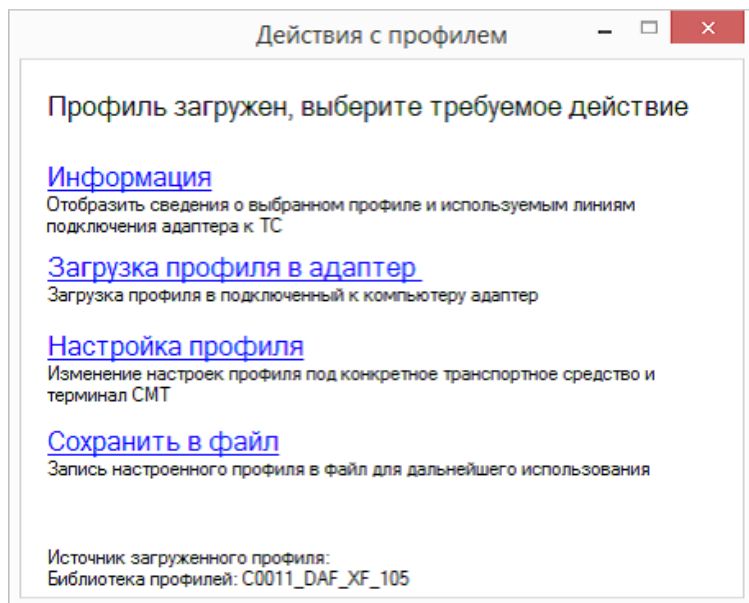
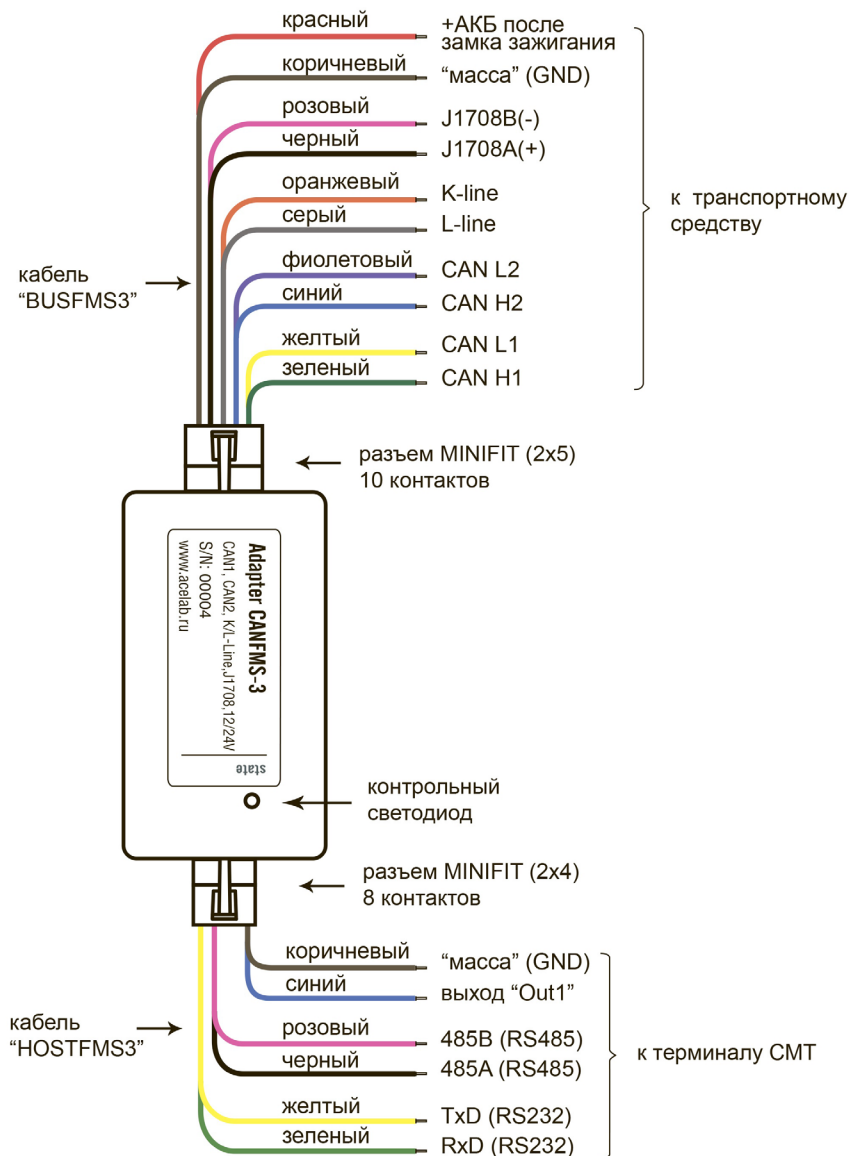
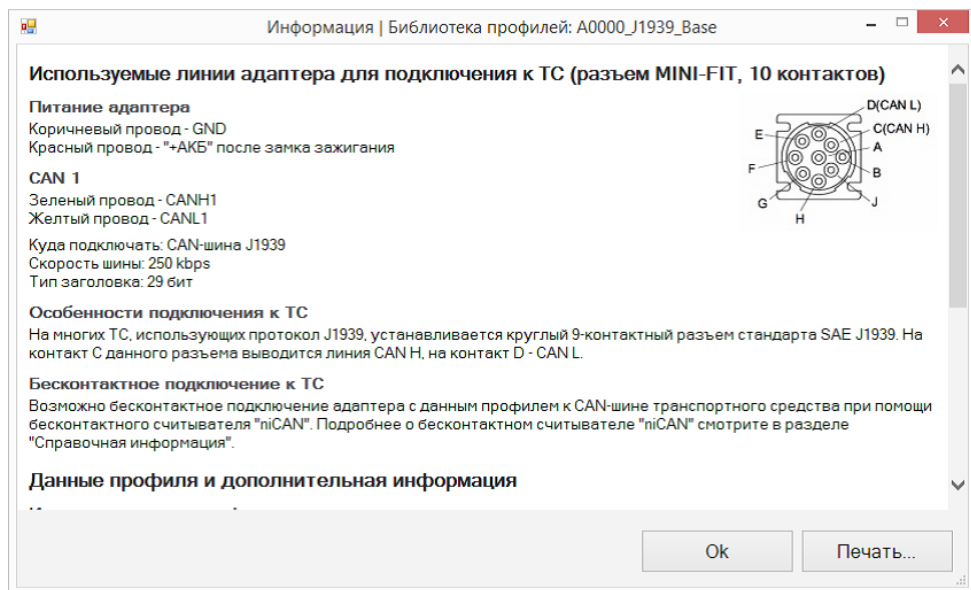

Рис.5. Меню «Действия с профилем».
Рис.6. Схема выводов адаптера «CANFMS-3».
Рис.7. Меню «Информация».
- На экране появится меню «Действия с профилем», рис. 5.
- Далее необходимо закрыть окно «Настройка профиля». В окне «Действия с профилем» (рис. 5) необходимо выбрать пункт «Загрузка профиля в адаптер». Выбранный профиль будет загружен в адаптер.
Подключение адаптера к информационным шинам ТС производится через разъем MINIFIT 2x5 (10 контактов), при помощи кабеля "BUSFMS3", рис. 6. Описание контактов разъема, которые используются для подключения адаптера к ТС и краткая инструкция по подключению адаптера к ТС приведена в меню «Действия с профилем» (рис.5) в пункте «Информация», рис. 7.